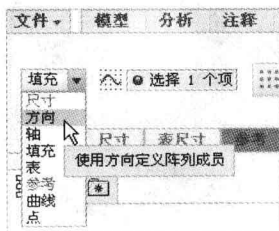

图 7-31 选择“方向”选项
Step 02 弹出“阵列”选项卡，单击“填充”右侧的下拉按钮，在弹出的下拉列表中选择“方向”选项，如图 7-31 所示。